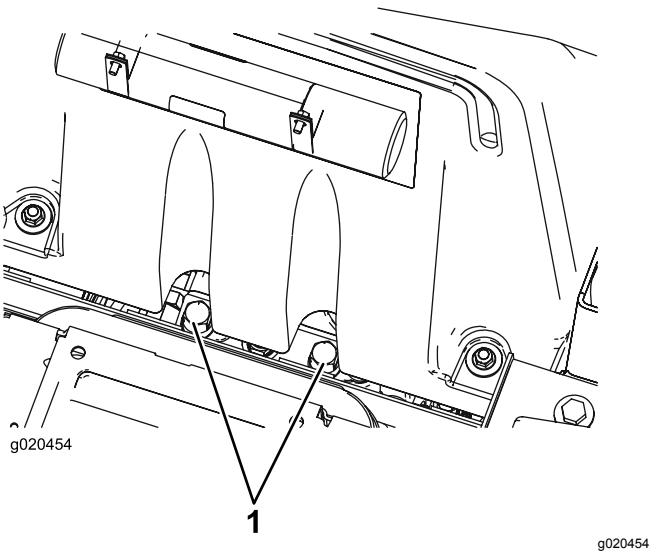

Bild 56
- Klappen Sie den Sitz hoch und ermitteln Sie die Sicherheitsventile, die sich unter der Vorderseite des Kraftstofftanks befinden (Bild 56).